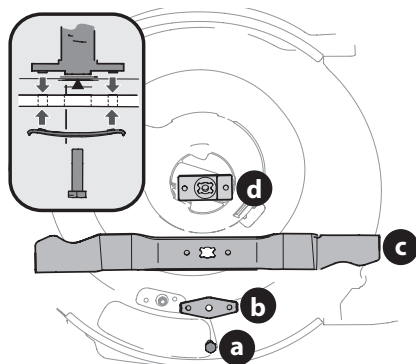

Figure 36
4. Retirez le boulon (a) et le support de la lame (b) qui fixent la lame et l'adaptateur au vilebrequin du moteur. Voir Figure 36.
5. Retirez la lame (c) et l'adaptateur (d) du vilebrequin. Voir Figure 36.
7. Lubrifiez le vilebrequin du moteur et la surface interne de l'adaptateur de la lame avec une huile légère. Voir l'encadré de la Figure 36.